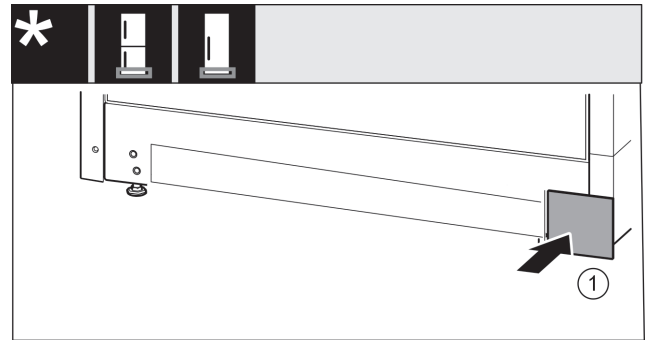

Fig. 26
- ▶ Sett på dekkelet på den andre siden igjen. Fig. 26 (1)